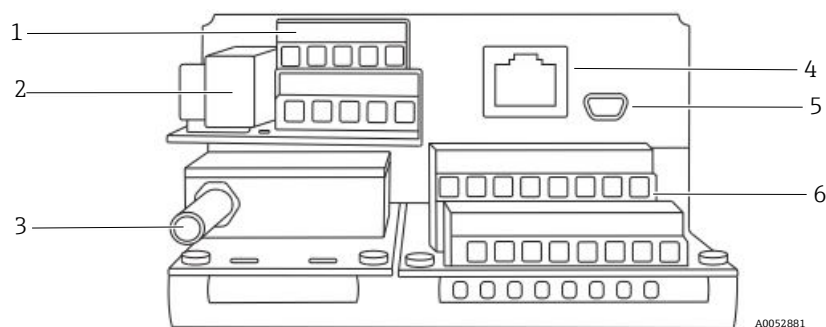

Abbildung 9. Analysatoranschlüsse
Das faseroptische Sauerstoffkabel zum SMA-Anschluss auf der Unterseite des OXY5500 wird werkseitig angebracht. Es stehen weitere Anschlüsse zur Verfügung; siehe Abbildung 9.
5. Die IOUT1/IOUT2-Ausgangsleiter der 4...20mA-Stromschleife an die Klemmen 6 und 8 anschließen, wie in Abbildung 9 und in der Tabelle dargestellt.